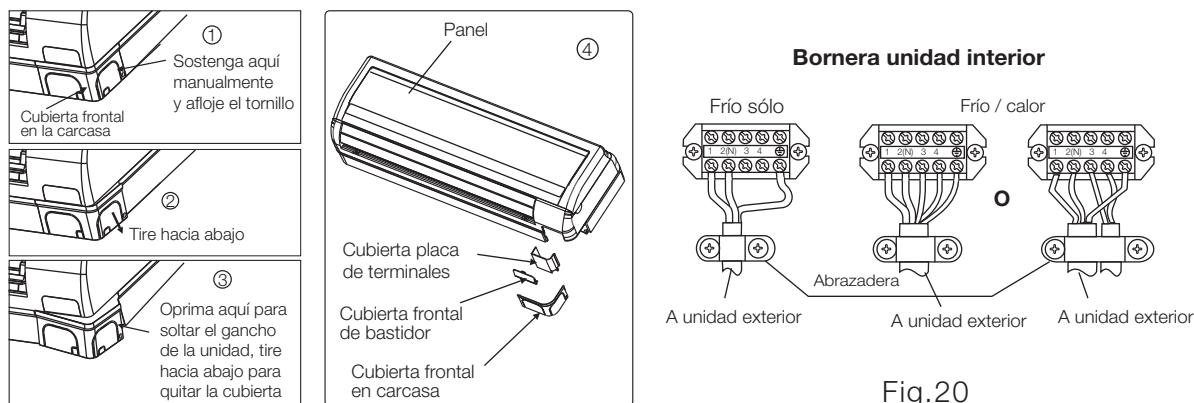

Fig.20
2. Retire la cubierta frontal en la carcasa y la cubierta frontal del bastidor como se muestra en la Fig. 20. Luego retire la cubierta de la bornera aflojando el tornillo.